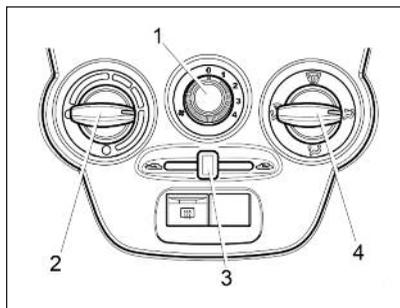
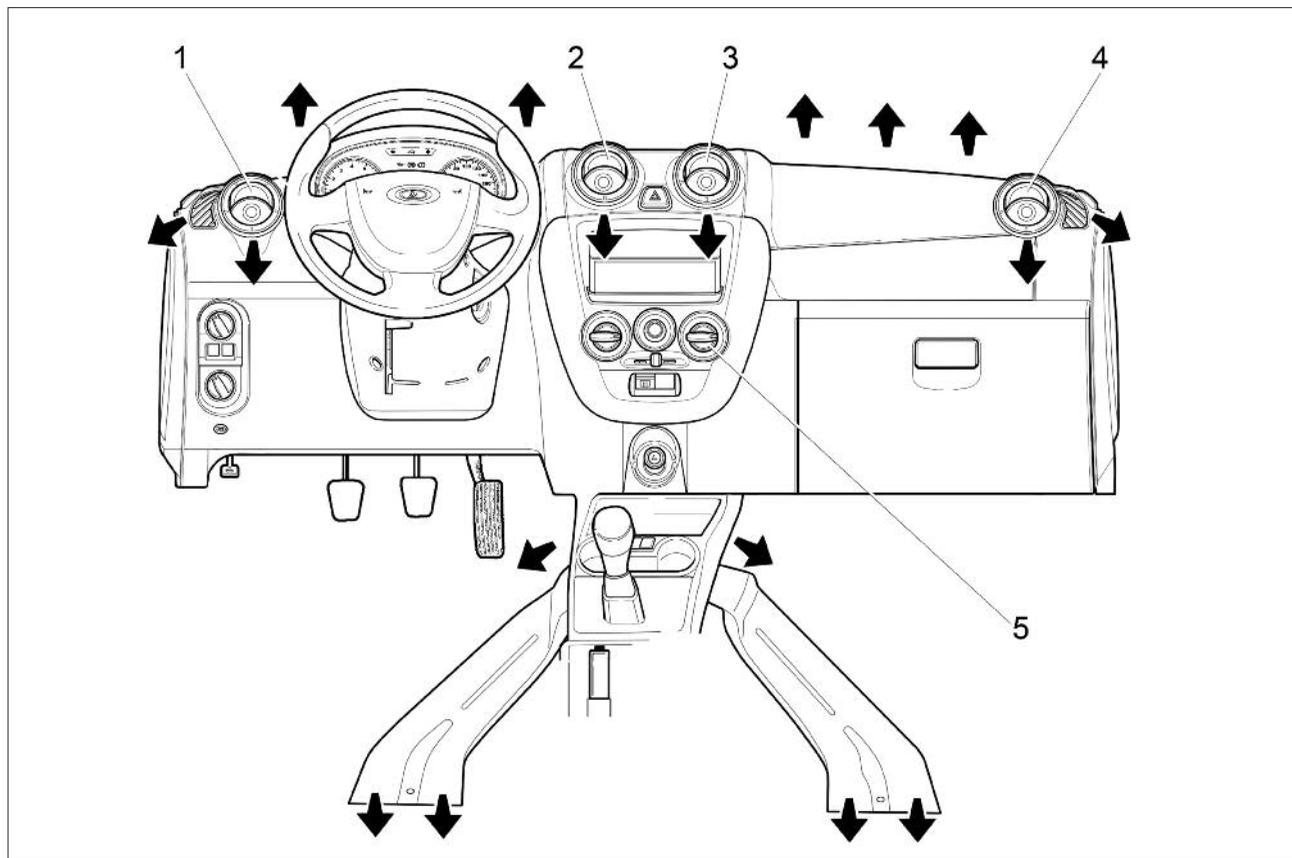
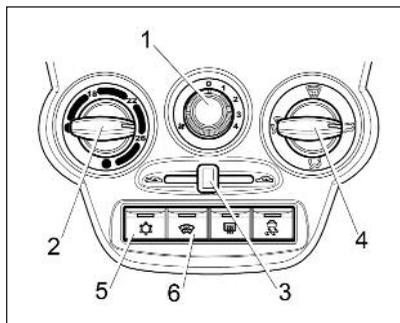

Рис. 38. Блок управления системой вентиляции и отопления
Рис. 39. Направления потоков воздуха из дефлекторов и воздуховодов
Рис. 40. Блок управления климатической системой (в варианном исполнении)
Отопительно-вентиляционная установка автомобиля предназначена для создания в салоне комфортной температуры воздуха, значение которой регулируется блоком управления системой вентиляции и отопления (рис. 38). Однако она не может обеспечить в салоне температуру ниже, чем имеет наружный воздух.
Непосредственным воздействием на дефлекторы сопел **1, 2, 3** и **4** (рис. 39) регулируется интенсивность подачи воздуха путем изменения положения дефлекторов вплоть до полного их закрытия. Открытие нужного сопла производится нажатием на специальное углубление в дефлекторе. Вращением дефлектора регулируется направление воздушного потока.
– **рукоятку 4** (см. рис. 38) установить в зависимости от желаемого направления потока;
– **сопла 1 и 4** (см. рис. 39) отрегулировать по направлению и силе потока (рукояткой переключателя 2, см. рис. 38), в зависимости от желаемого направления и силы потоков;
– **рукоятку 3** (см. рис. 38 и рис. 40) перевести в крайнее левое положение ;
– **рукоятку 4** (см. рис. 38) установить в положение ;
– **сопла 1 и 4** (см. рис. 39) направить на соответствующие боковые стекла в зону наибольшего запотевания;
– **рукоятку 2** (см. рис. 38) установить в положение подачи максимально теплого воздуха (красная точка) в холодное время года (максимально холодного воздуха в теплое время года, кроме того, рекомендуется включать кондиционер при наличии);
– **рукоятку 1** (см. рис. 38) поставить на скорость в зависимости от степени запотевания стекла.
При мойке автомобиля нельзя включать вентилятор климатической системы, что соответствует положению «0» рукоятки 1 (см. рис. 38).
– **рукоятку 2** (см. рис. 38) установить в положение подачи максимально теплого воздуха;
– **сопла 1 и 4** (см. рис. 39) направить на соответствующие боковые стекла в зону наибольшего обледенения;
– **рукоятку 1** (см. рис. 38)
- **рукоятку 4** (см. рис. 38) установите в желаемое положение направления потоков воздуха;
После мойки автомобиля в холодное время года при температуре окружающего воздуха ниже 0°C рекомендуется включать вентилятор системы вентиляции и отопления салона переключателем 1 (см. рис. 38 и 40) на 3-4 скорость на время около 2-3 минут.
В варианном исполнении (см. рис. 40) климатическая установка имеет дополнительный режим кондиционирования, обеспечивающий охлаждение воздуха, подаваемого в салон автомобиля. При этом логика и алгоритмы управления, описанные выше для системы вентиляции и отопления, верны и для климатической установки с кондиционером.
2. Включите вентилятор, установив **рукоятку 1** (см. рис. 40) в одно из положений «1», «2», «3» или «4».
В положении  рукоятки 4 хотя бы одно из сопел 1, 2, 3 или 4 (см. рис. 39) должно быть открытым, иначе теплообменник охлаждения воздуха (испаритель) может обледенеть и перекрыть подачу воздуха в салон.
Для установки желаемой температуры воздуха в салоне поверните **рукоятку 2** (см. рис. 40) по часовой стрелке для повышения, против часовой стрелки для понижения. Температура будет поддерживаться автоматически в пределах производительности климатической установки и установленного допуска.
2. Поверните **рукоятку 2** (см. рис. 40 против часовой стрелки в левое положение до упора (синяя точка на блоке управления).
3. Установите **рукоятку 4** своей меткой напротив символа . **Сопла 1 и 4** (см. рис. 39) панели приборов должны быть открытыми.
4. **Рукояткой 1** (см. рис. 40) включите максимальную скорость вентилятора климатической установки (положение «4»).
Для включения/выключения ЭОВС нажмите **кнопку 6** (см. рис. 40), при включении загорается индикатор на кнопке выключателя. Контрольный световой индикатор, расположенный на кнопке выключателя, будет светиться желтым светом в течение всего времени работы системы электрообогрева. Система ЭОВС функционирует только при работающем двигателе.